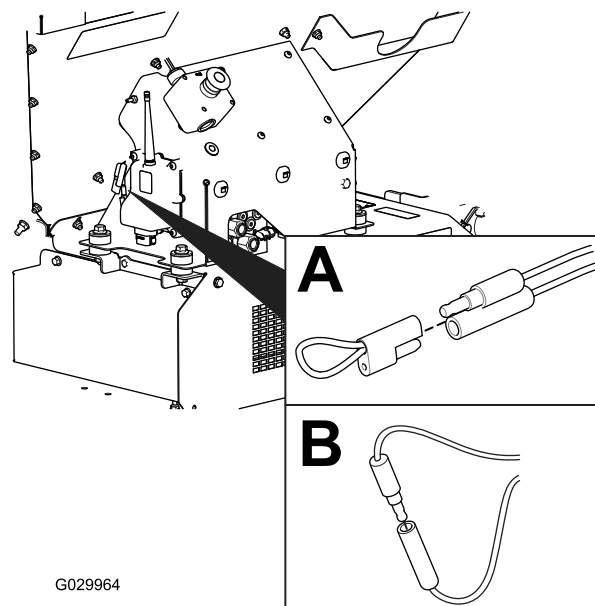

図 59
2. 故障診断コネクタについているキャップを外す 図 59, A。
3. 故障診断コネクタ同士を接続する (図 59, B)。
2. 故障診断コネクタ同士の接続を外す 図 59、B。
3. 故障診断コネクタにキャップを元通りに取り付ける 図 59、A。